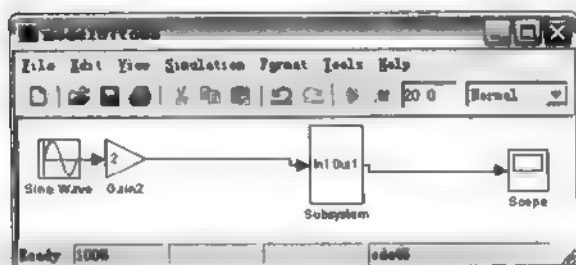

图 7.32 生成子系统
(2) 生成子系统,右击选中的模块,在弹出菜单中选择 Create Subsystem 命令,并将文件另存为 model07to08.mdl,如图 7.32 所示。